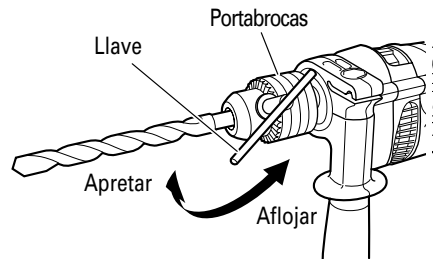

Fig. 2
**Para portabrocas con llave para el mismo** (Fig. 2)
- (1) Abra las mordazas del portabrocas e inserte la broca en el portabrocas.
- (2) Coloque la llave del portabrocas en cada uno de los tres orificios del portabrocas, y gírela en el sentido de las agujas del reloj (visto desde el lado delantero). Apriete firmemente.
- (3) Para sacar la broca, coloque la llave del portabrocas en uno de los orificios del portabrocas y gírela en el sentido contrario a las agujas del reloj.